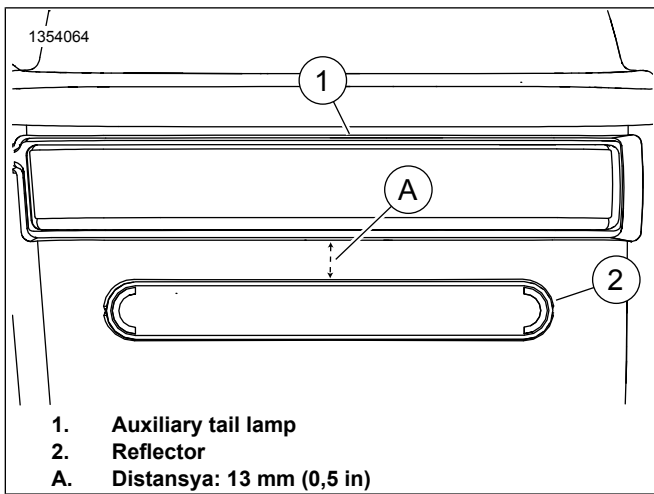

Figure 9. Paglalagay ng Reflector
- b. Tingnan ang Figure 9 . Ilagay ang reflector (2) sa likod ng saddlebag nang nakasentro at Distansya: 13 mm (0,5 in) nasa baba ng auxiliary tail lamp (1).